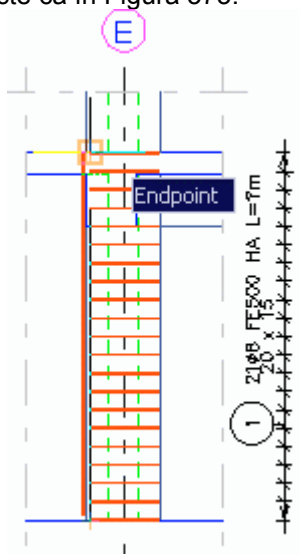

Figura 373: Face elevation 1 – Bara drepte
3. Poziționați bara specificând două puncte ca în Figura 373.